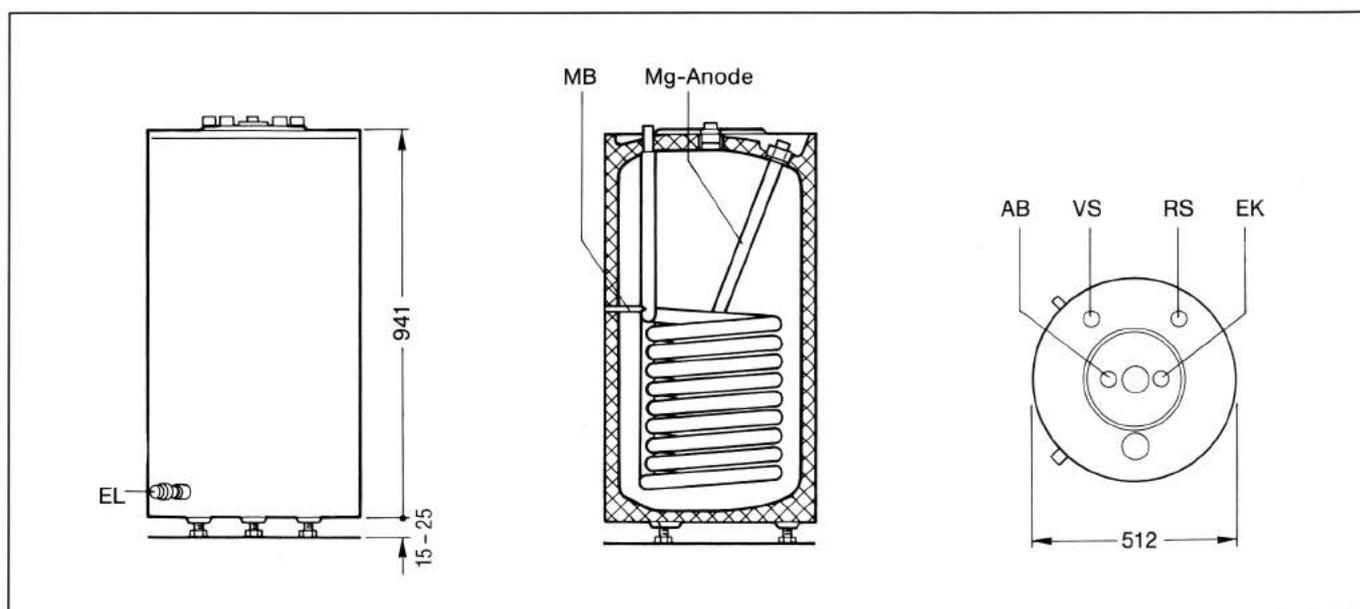

Abb. 1
- Kaltwasserzulauf (EK) schließen, Speicherentleerung (EL) öffnen. Zur Entlüftung einen höhergelegenen Zapfhahn öffnen (Abb. 1).